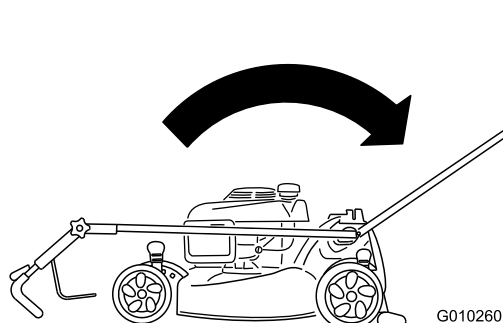

Figura 51
2. Mueva el manillar a la posición vertical (Figura 51).